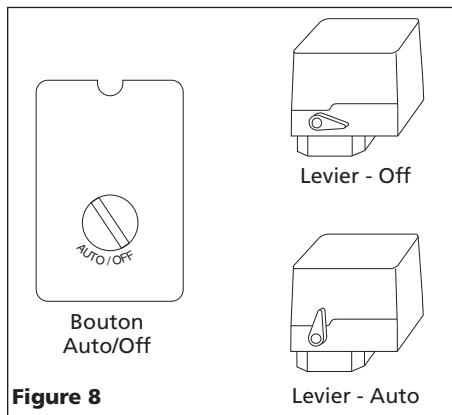

Figure 8
4. Tournez le levier ou le bouton du manostat à la position AUTO et faites fonctionner l'appareil pendant 30 minutes pour roder les pièces de la pompe (reportez-vous à la Figure 8).